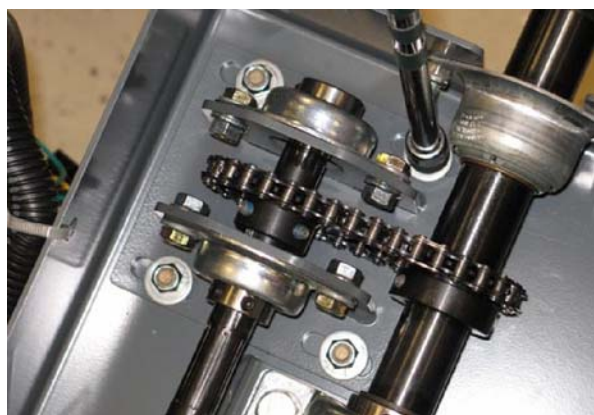

FIG. 24
20. Allentare l'hardware che fissa l'assieme della piastra di supporto al canale dello sterzo. (Fig. 24)